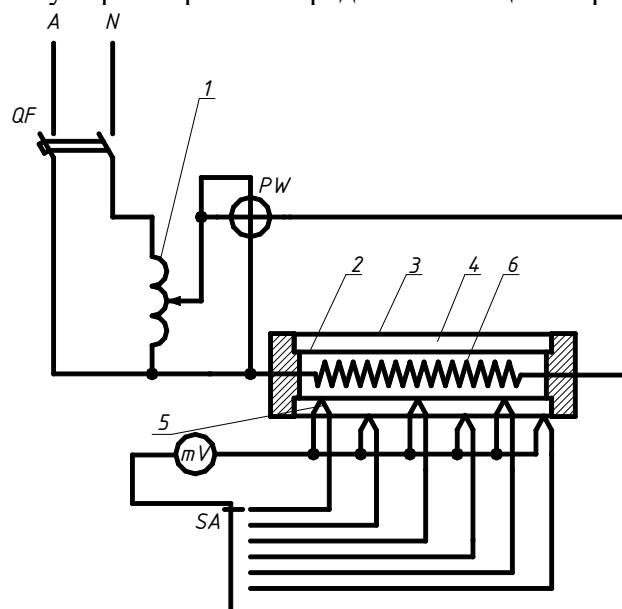

Рисунок 2 – Установка для определения
Исследуемый материал 4 (рисунок 2) (кварцевый песок) находится, в пространстве между трубами 2 и 3. Во внутренней трубе расположен электронагреватель 6, тепловой поток от которого передается через, внутреннюю трубу, слой материала и наружную трубу в окружающую среду. При установившемся (стационарном) режиме через каждый слой проходит одно и то же количество теплоты, которое определяют по показаниям ваттметра. Потребляемая мощность регулируется регулятором напряжения 1. Благодаря хорошему контакту сыпучего материала с трубами, можно считать, что соприкасающиеся поверхности материала и труб имеют одинаковую температуру, которая измеряется с помощью хромель-алюмелевых термопар 5, за чеканенных в поверхности труб. Электродвигущую силу (ЭДС) в термопарах измеряют милливольтметром, подключая к нему термопары поочередно с помощью переключателя.
- 3 Рисунок 2 и таблицу 2.